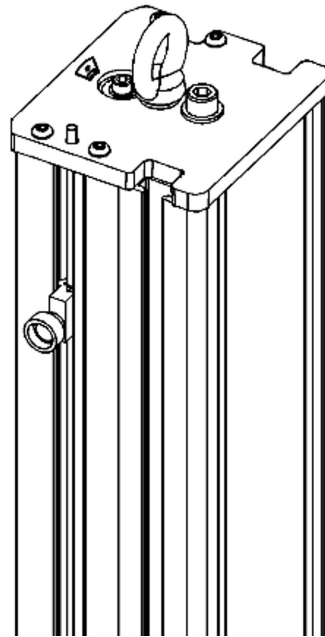

Abbildung 10. Augenschraube zum Anheben des Prüfrahmens
7. Führen Sie den Haken des Krans in die Augenschraube am oberen Ende der Prüfrahmensäule ein Abbildung 10 auf Seite 58.
Bei einigen Systemen wird die Augenschraube vor der Lieferung entfernt. Wenn die Augenschraube an Ihrer Maschine fehlt, befindet sie sich in einer Hülle in einem der unverschlossenen Behälter (normalerweise in dem Behälter, in dem sich die Systemdokumentation befindet). Schrauben Sie die Augenschraube am oberen Ende der Prüfrahmensäule ein, wie in Abbildung 10 auf Seite 58 gezeigt.